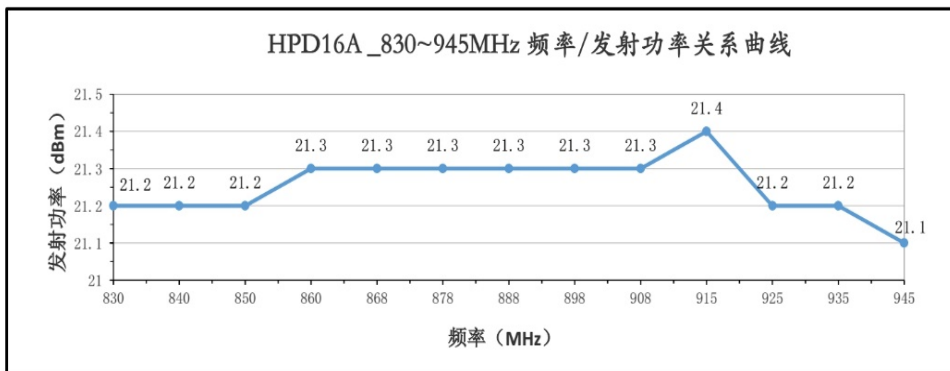

图 4
- 【2】、图 4 表达了在 400~520MHz ， 840~945MHz 整个频段内，发射功率的变化曲线，在 868/915MHz ISM 频段内具有相同功率；